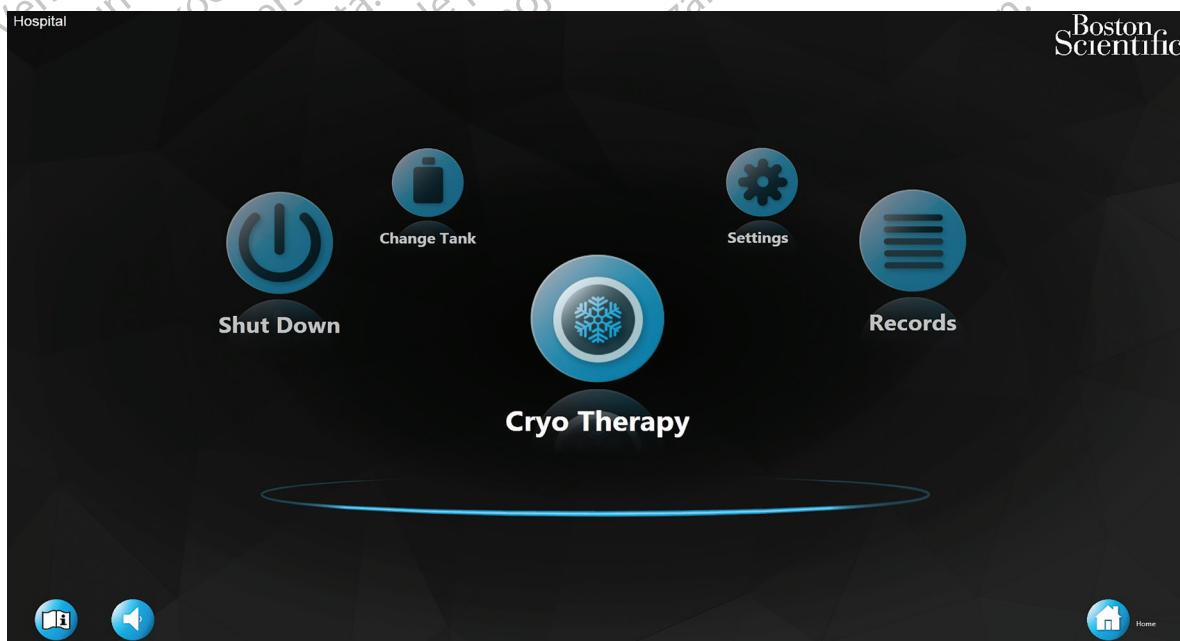

Figura 40. Pantalla de inicio
1. Pulse el botón **Records** (Registros) en la pantalla de inicio (Figura 40).